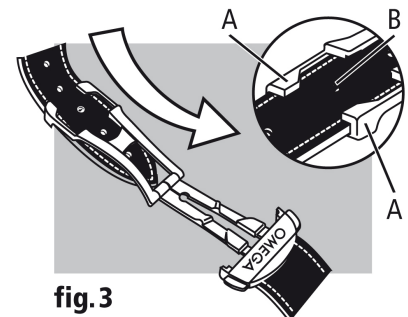

fig. 3
**Länge anpassen (fig. 3):** Lösen Sie das längere Ende aus den beiden Führungen (A) und dem Dorn (B). Ziehen oder schieben Sie das Armband in die gewünschte Richtung und fixieren Sie es wieder mithilfe des Dorns und der beiden Führungen. Prüfen Sie den Sitz der Uhr und wiederholen Sie gegebenenfalls die oben beschriebenen Schritte.